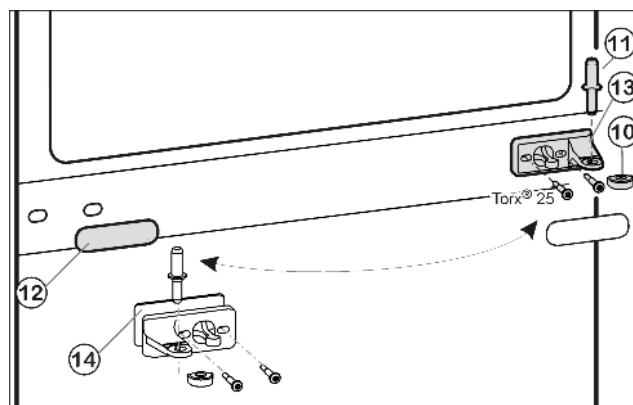
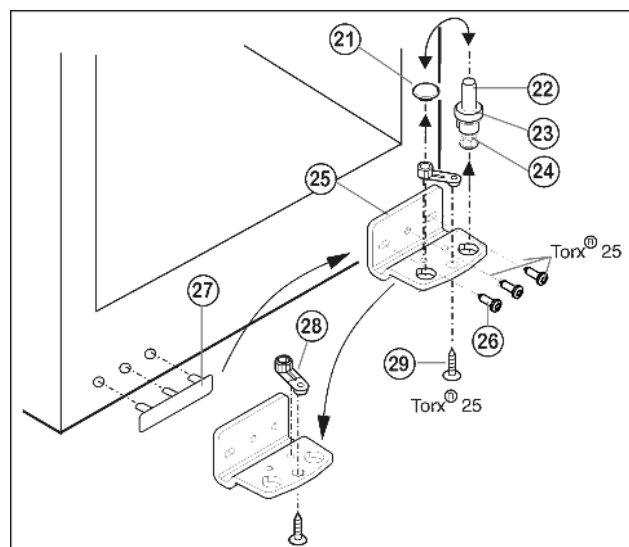

Fig. 5
Fig. 6
- ▶ Middelste lagerbout Fig. 5 (11) uit de lagerbus en de onderste deur uittrekken.
- ▶ Kunststof kapje Fig. 5 (10) afnemen.
- ▶ Middelste lagerbus Fig. 5 (13) losschroeven (2 maal Torx® 25).
- ▶ Afdekplaat Fig. 5 (12) voorzichtig afhalen.
- ▶ Middelste lagerbus met Fig. 5 (14) onderlegschijsje Fig. 5 (13) 180° gedraaid aan de nieuwe scharnierkant **goed (met 4 Nm)** vastschroeven.
- ▶ Afdekplaat Fig. 5 (12) 180° gedraaid aan de nieuwe greepzijde weer vastklikken.
- ▶ Lagerbout Fig. 6 (22) compleet met schijfje Fig. 6 (23) en stelootje Fig. 6 (24) naar boven eruit trekken.
- ▶ Stop Fig. 6 (21) eraf halen.
- ▶ Lagerbus Fig. 6 (25) losschroeven Fig. 6 (26).
- ▶ Lagerdeel Fig. 6 (28) losschroeven Fig. 6 (29) en in het tegenoverliggende opnamegat van de lagerbus omzetten en weer vastschroeven.
- ▶ Afdekking aan de greepzijde Fig. 6 (27) voorzichtig optillen en op de tegenoverliggende zijde plaatsen.
- ▶ Lagerbus Fig. 6 (25) aan de nieuwe scharnierzijde evt. met behulp van een accuschroevendraaier weer **goed (met 4 Nm)** vastschroeven.
- ▶ Stop Fig. 6 (21) weer in het andere gat aanbrengen.
- ▶ Lagerbout Fig. 6 (22) compleet met schijfje en stelootje weer aanbrengen. Er daarbij erop letten, dat de sluitnok naar achter wijst.
- ▶ Plaats de onderste deur van boven op de onderste lagerbout Fig. 6 (22).
- ▶ Het kunststof kapje Fig. 5 (10) weer op de middelste lagerbus Fig. 5 (13) zetten.
- ▶ Middelste lagerbout Fig. 5 (11) op de nieuwe scharnierzijde in de onderste deur plaatsen door de middelste lagerbus Fig. 5 (13).
- ▶ Bovenste deur op de middelste lagerbout Fig. 5 (11) zetten.
- ▶ De deuren eventueel via de beide langgaten in de onderste lagerbus Fig. 6 (25) en middelste lagerbus Fig. 5 (13) ten opzichte van de kast uitlijnen. Eerst de middelste schroef in de onderste lagerbus Fig. 6 (25) uitdraaien.